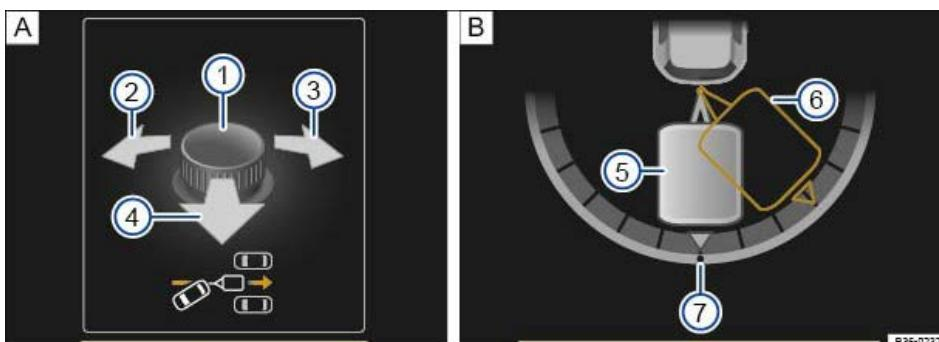

Abb. 214 Im Display des Kombi-Instruments den Anhängerrangierassistenten bedienen: Winkel einstellen; rückwärtsfahren.
Legende zu ⇒ **Abb. 214** :
Der Anhängerrangierassistent lenkt den Anhänger selbstständig in die eingestellte Richtung ⇒ Abb. 214. Der Fahrer bedient das Gas- und das Bremspedal, sowie ggf. das Kupplungspedal.
Die Darstellung ⇒ Abb. 214\(1\) symbolisiert den Schalter für die Außenspiegel ⇒ Spiegel.
5.	Schalter für die Außenspiegel ⇒ Abb. 214(1) in die gewünschte Richtung ⇒ Abb. 214(2) , ⇒ Abb. 214(3) bzw. ⇒ Abb. 214(4) kippen A . Im Display des Kombi-Instruments erscheint zur Orientierung eine Darstellung des Gespanns in der aktuellen Position B .
6.	Schalter für die Außenspiegel ⇒ Abb. 214(1) so lange in die Richtung kippen, bis die Zielposition ⇒ Abb. 214 in der Winkelanzeige erreicht ist B . Im Display des Kombi-Instruments wird die eingestellte Zielposition des Anhängers dargestellt.
8.	Langsam rückwärtsfahren, bis die gewünschte Position erreicht ist. Der eingestellte Winkel kann während der Rückwärtsfahrt mit dem Schalter für die Außenspiegel korrigiert werden. Im Display des Kombi-Instruments wird stets die Istposition des Anhängers ⇒ Abb. 214 angezeigt.
1.	Schalter für die Außenspiegel in Richtung \Rightarrow Abb. 214(4) kippen  .
Die Zielposition des Anhängers \Rightarrow Abb. 214 schwenkt in die Nullstellung in der Winkelanzeige \Rightarrow Abb. 214 .